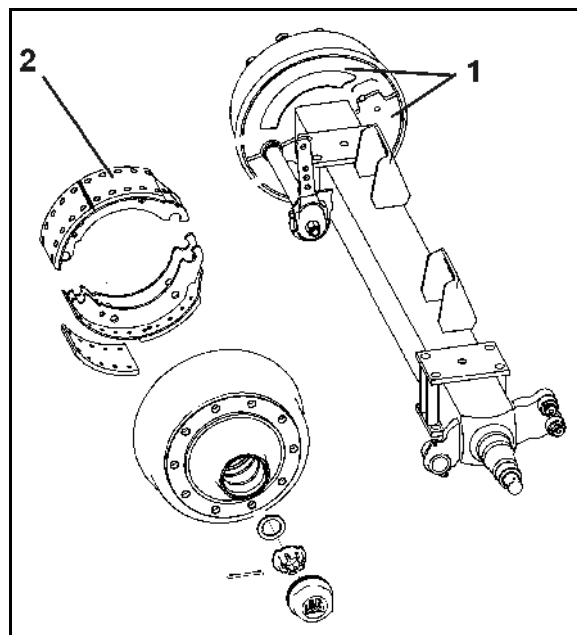

Рис. 83
1. Выверните болты и снимите оба защитных кожуха (Рис. 83/1) с внутренней стороны тормозного барабана.
Грязь может скапливаться на тормозных накладках (Рис. 83/2) и значительно снижать эффективность торможения.